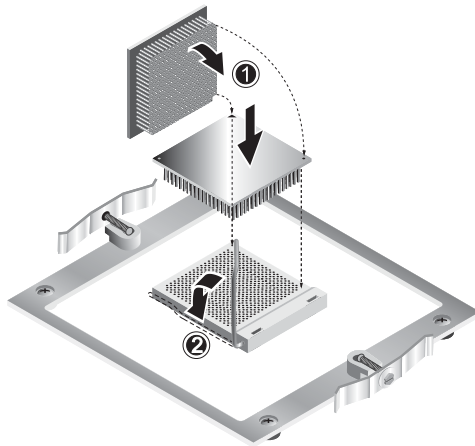

ABBILDUNG 4-11 Einbauen der CPU
3. Richten Sie die CPU so auf dem Sockel aus, dass der durch die Einkerbung auf der Oberseite der CPU gekennzeichnete Pin 1 direkt über dem durch den Pfeil an der Ecke des Sockels gekennzeichneten Loch 1 liegt. Siehe ABBILDUNG 4-11.
5. Wenn die CPU richtig in ihrem Sockel sitzt, drücken Sie den Feststellhebel nach unten, um den Sockel zu verriegeln (siehe (2) in ABBILDUNG 4-11).